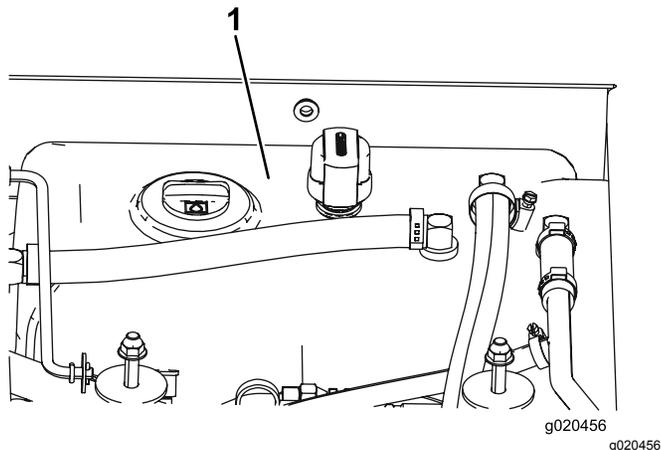

Figura 78
- Riempite il serbatoio (Figura 78) di fluido idraulico; fate riferimento a Controllo del fluido idraulico (pagina 64).